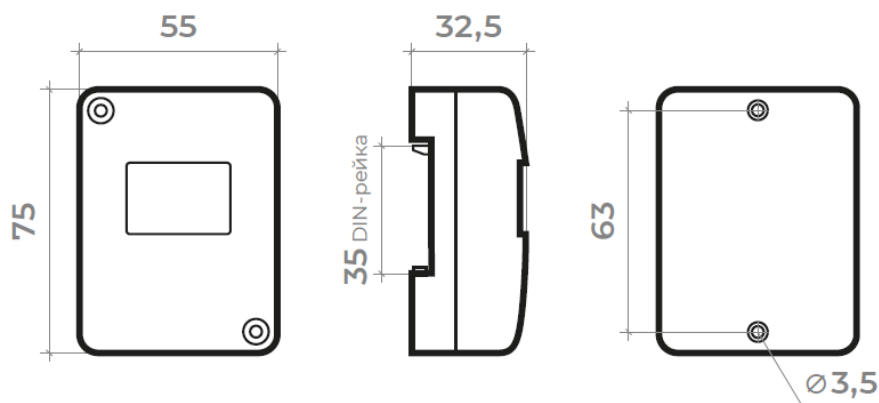
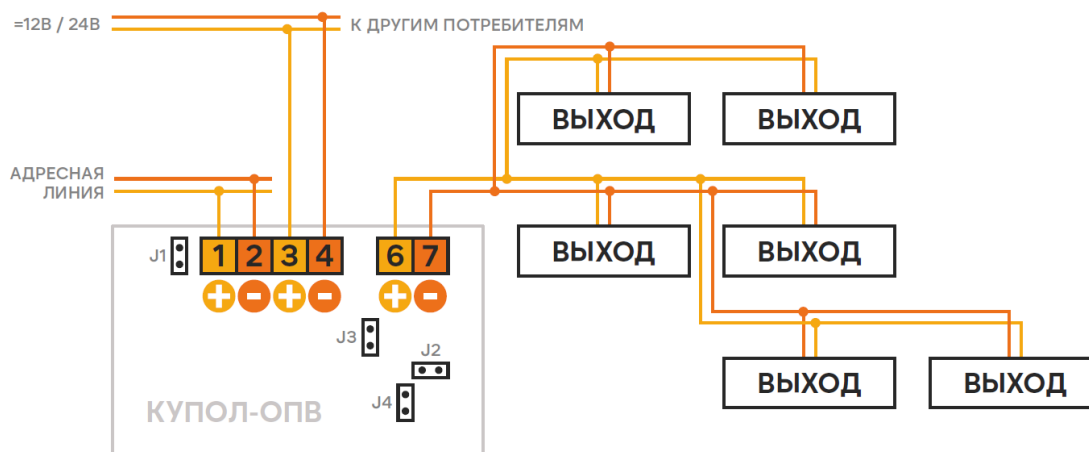

Рис.1. Габаритные и установочные размеры модуля.
Рис.2. Схема подключения табло «ВЫХОД» к модулю КУПОЛ-ОПВ.
1.6. Установка режимов работы модуля производится с помощью 4-х джамперов (см рис.2):
2.1.2. Габаритные и установочные размеры модуля показаны на рис.1, принципиальная схема подключения - на рис.2.